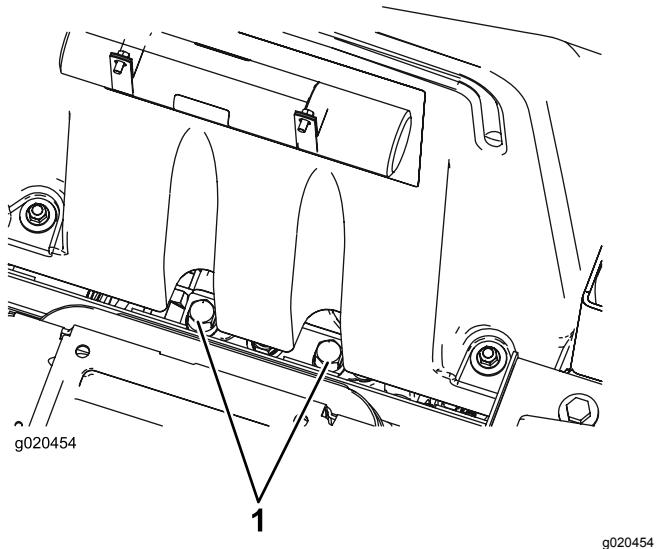

Figura 56
- Sollevate il sedile. Le valvole di bypass sono posizionate sotto la parte anteriore del serbatoio (Figura 56).